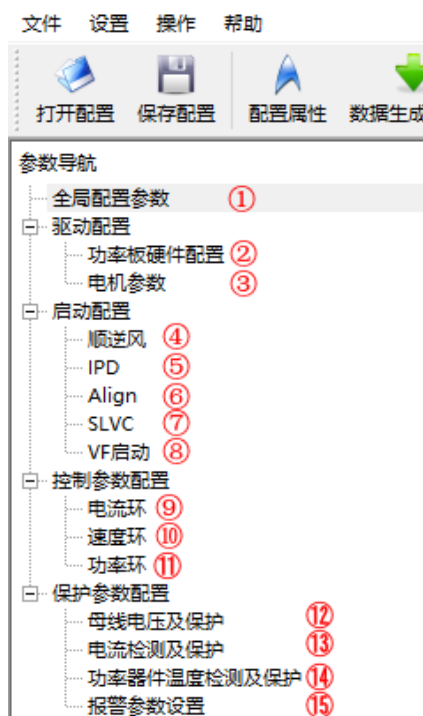

图 4-6：lksmotor 配置目录
按照图 4-6 中 15 个部分进行参数说明（注：因为软件版本迭代相关配置参数项有更新的情况，用户以软件为主），本文档是对基本相关参数的介绍，用户有其他的疑惑请联系凌鸥官方技术人员。
lksmotor 配置参数有如图 4-6 的 15 个部分，其中⑧在⑦中已经实现，只介绍⑦，不再说明⑧；
⑭是温度检测保护的参数设定，实际中大部分电机没有此功能，这里暂未实现；
⑫、⑬部分和硬件紧密相关，在②功率板硬件配置中会涉及二者配置，就不单独列出阐